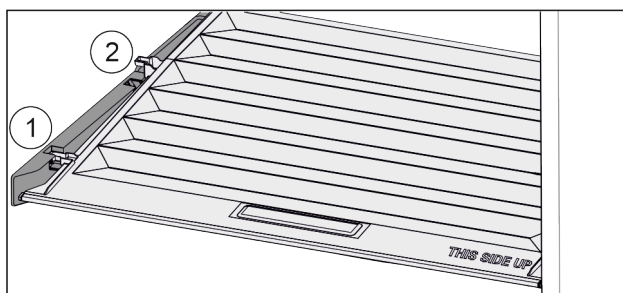

Fig. 107
- ▶ Pokrywę pociągnąć do przodu Fig. 107 (1), aż otworzy się w elementach trzymających.
- ▶ Podnieść tył od dołu i w wyjąć Fig. 107 (2) go do góry.